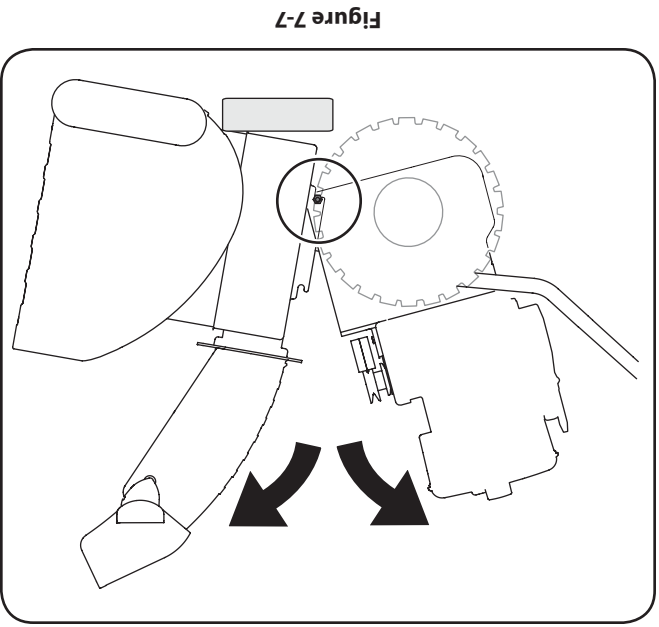

Figure 7-7
5. Placez une cale en bois sous l'habitacle de la tarrière, comme à la Figure 7-7 et séparez l'habitacle de la tarrière tirant sur les poignées.
- a. Bloquez la turbine avec une cale en bois pour l'empêcher de tourner et utilisez une clé de 1/2 po pour enlever la vis à tête hex. et la rondelle du milieu de la poulie sur l'habitacle de la tarrière. Voir la Figure 7-7.
- b. Dégagez le support du frein de la gorge de la poulie et libérez la poulie des taquets de l'adaptateur de la poulie de la tarrière pour enlever la courroie usagée. Voir la Figure 7-7.